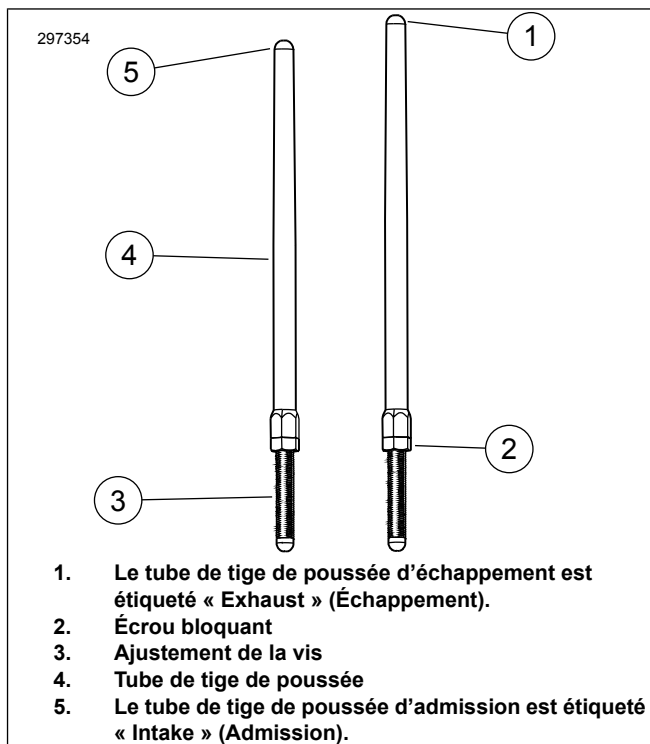

Figure 1. Tige de poussée réglable
6. Voir la Figure 1. Desserrez l'écrou de blocage sur toutes les tiges de poussée et ajustez-les à leur longueur la plus courte.